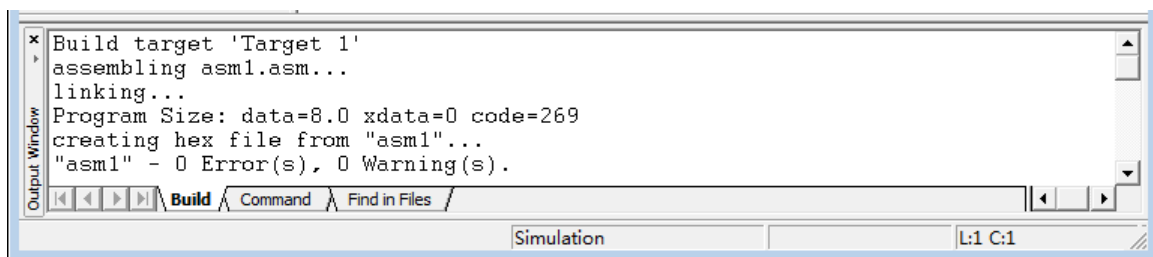

图2-1-11 编译、链接输出窗口
(2) 点击  或  命令编译、链接程序，此时会在Output Window 信息输出窗口输出相关信息，如图2-1-11 所示。